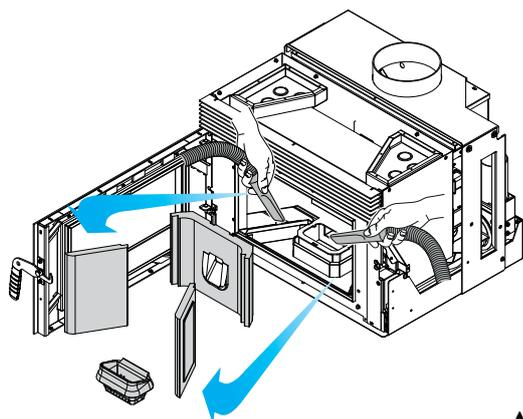

Abb. 7.15
- B) Die inneren Platten aus dem Brennraum entfernen und die verbleibende Asche absaugen (Abbildung 7.15),